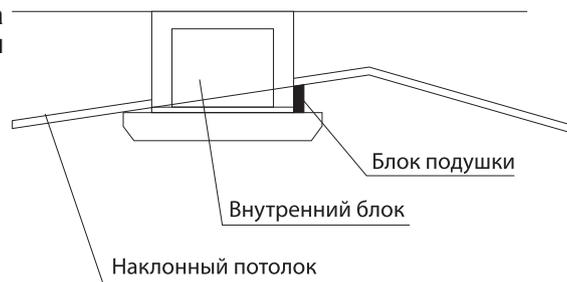

Рисунок 17 - Установка внутреннего блока на наклонном потолке
- Если внутренний блок устанавливается на наклонном потолке, то между потолком и панелью выхода воздуха должен быть установлен блок подушки, чтобы обеспечить установку устройства на ровной поверхности (см. рис. 17).